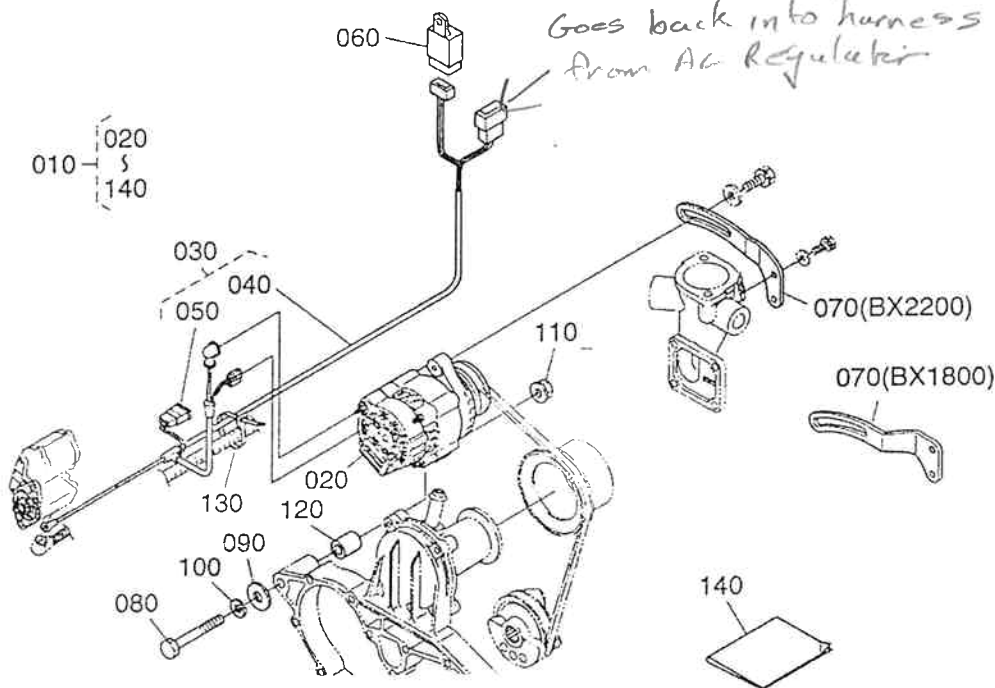

Fig.1.
- (1) Set the parts like Fig.1
Placez les pièces comme indiqué à la Fig.1.